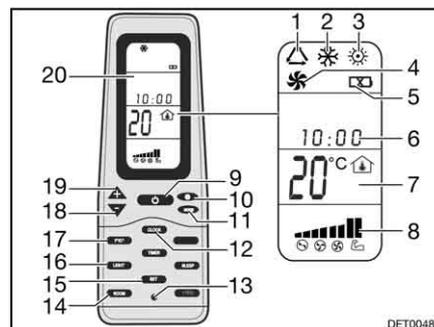

Bild 196 Fernbedienung
- Die Taste ON/OFF (Bild 196,9) drücken.
- Die Taste "Mode" (Bild 196,11) so oft drücken, bis die gewünschte Betriebsart (Bild 196,1, 2, 3 oder 4) auf dem Display (Bild 196,20) angezeigt wird.
- Mit den Tasten "+" (Bild 196,19) und "-" (Bild 196,18) die gewünschte Temperatur einstellen.
- Mit der Taste Lüftergeschwindigkeit (Bild 196,10) die gewünschte Lüfterstufe wählen.